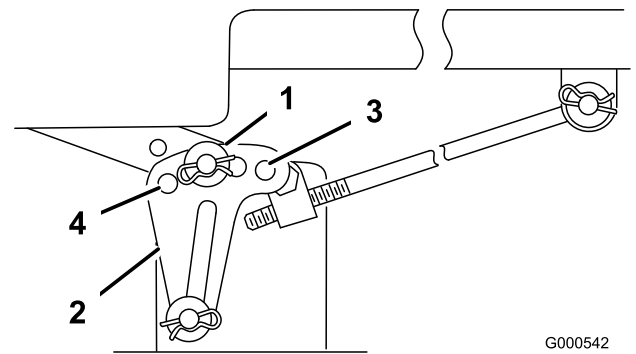

Figura 54
6. Togliete la coppiglia a forcina e la rondella dalla staffa di livellamento (Figura 54).
7. Per livellare la lama (o lame), riposizionate la staffa (o staffe) di livellamento in un foro diverso, e montate la rondella e la coppiglia a forcina. (Figura 54). Il foro anteriore corrisponde ad un'altezza inferiore della lama, mentre il foro posteriore corrisponde ad un'altezza maggiore. Regolate entrambi i lati come opportuno.